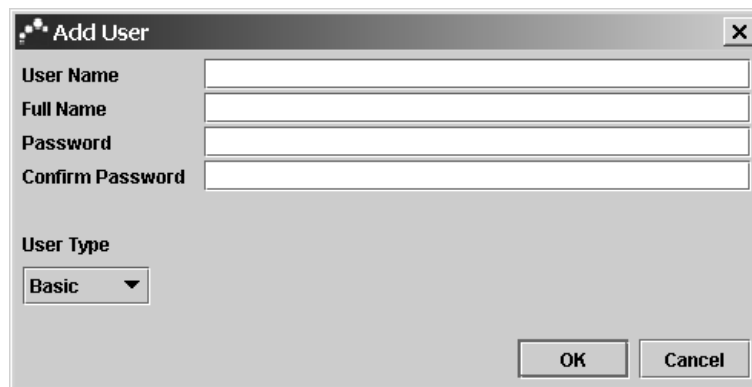

Рис. 2-12. Диалоговое окно Add User (Добавить пользователя).
2. Щелкните **Add** (Добавить). Появится диалоговое окно Add User (Добавить пользователя) (Рис. 2-12).